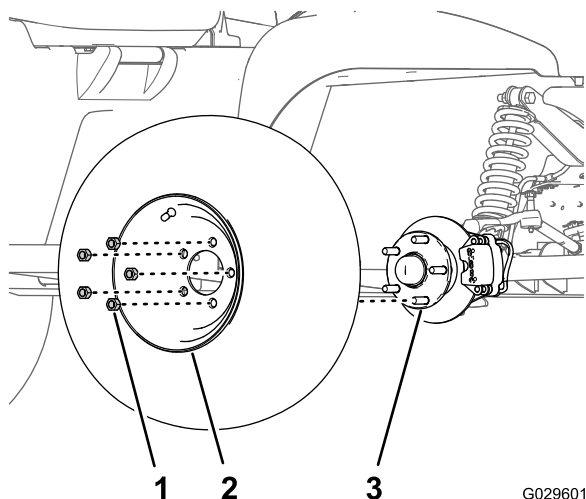

Figure 30
2. Retirez les 5 écrous de roue qui fixent la roue au moyeu (Figure 30).
4. Alignez les trous dans la roue et les goujons du moyeu puis montez la roue sur le moyeu en plaçant la valve à l'extérieur (Figure 30).
5. Fixez la roue sur le moyeu avec les écrous de roue (Figure 30), et serrez les écrous à un couple de 108 à 122 N·m.